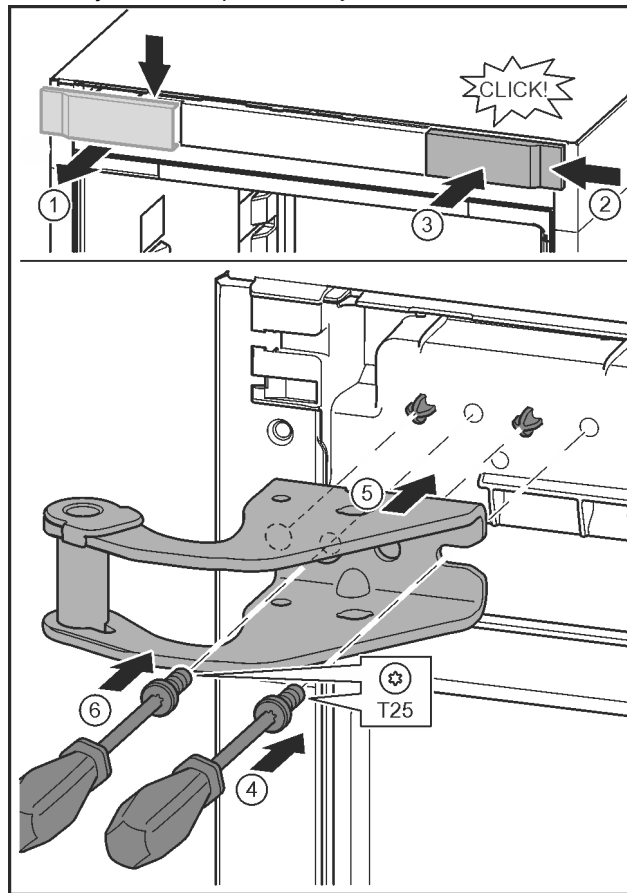

Fig. 15
- ▶ Suelte y retire lateralmente la cubierta. Fig. 15 (1)
- ▶ Enganche por la derecha la cubierta girada 180° en el otro lado. Fig. 15 (2)
- ▶ Encaje la cubierta. Fig. 15 (3)
- ▶ Coloque el tornillo con el destornillador T25. Fig. 15 (4)
- ▶ Coloque el soporte de cojinete superior. Fig. 15 (5)
- ▶ Apriete el tornillo. Fig. 15 (4)
- ▶ Coloque y apriete el tornillo con el destornillador T25. Fig. 15 (6)